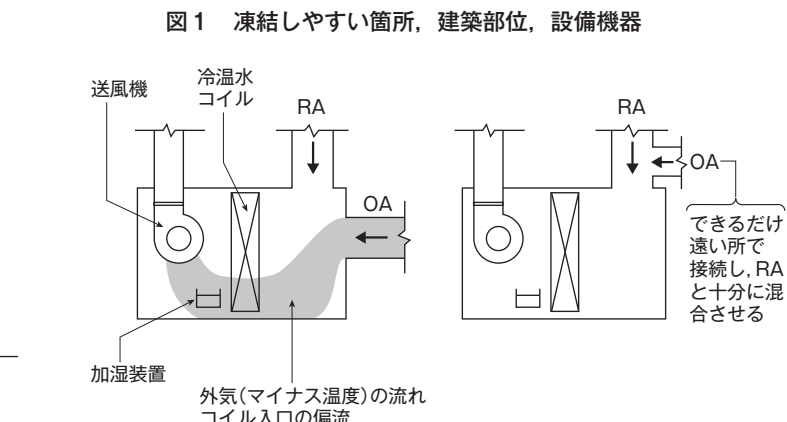

図3 低温外気の編流防止
- 外気と還気を十分ミキシングさせ、コイル部で低温空気の編流を防止する措置を講じます(図3)